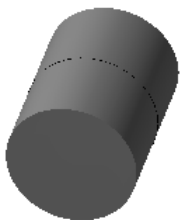

图 7.2.16 两边同时延伸
- ☒ ☒ **两边同时延伸** 复选框：用于设置以挤出轮廓为中心向两边同时挤出，如图 7.2.16 所示。